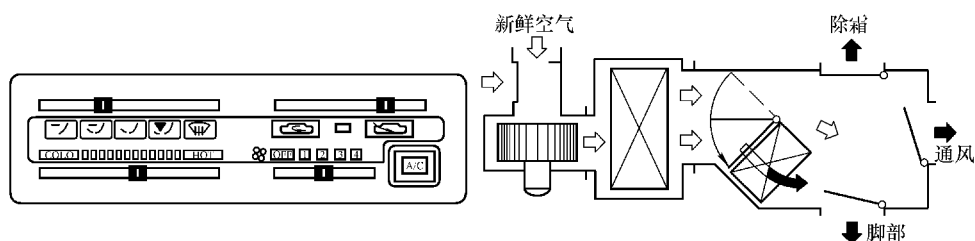

图 8-7 双位 (通风 + 脚部) 送风示意图
(2) B/L (双位) 如图 8-7 所示，当模式控制杆设置在 B/L 位置时，中央和侧面通风装置出风口送出新鲜冷风，而脚部出风口送出暖风。